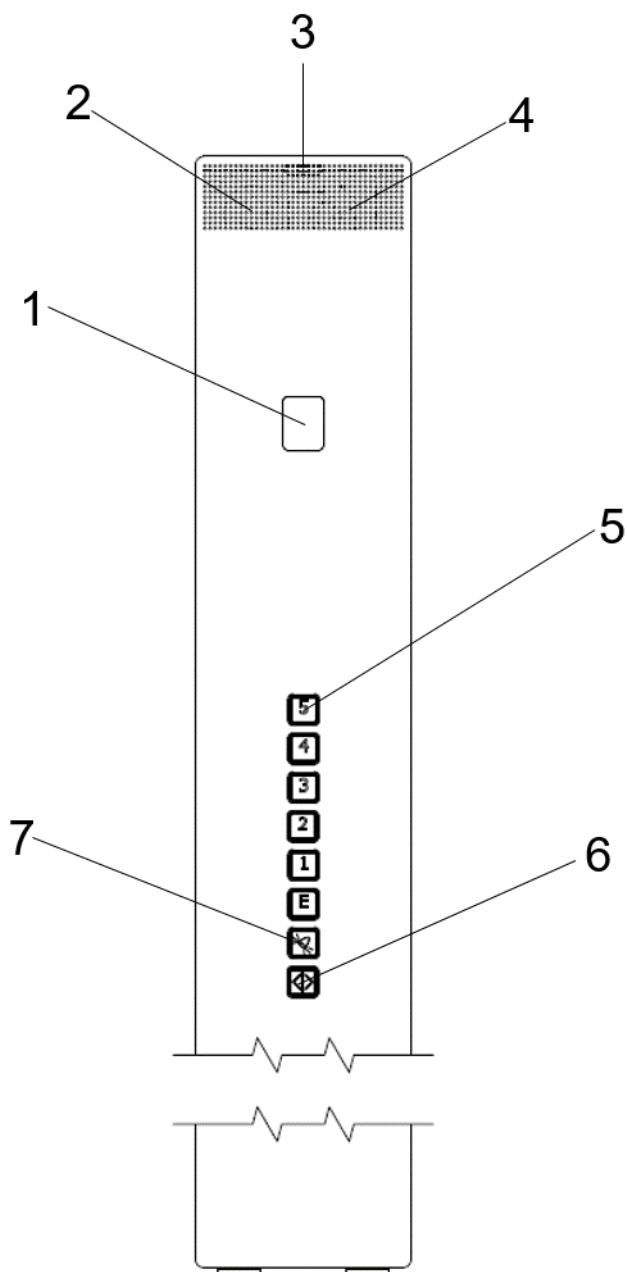
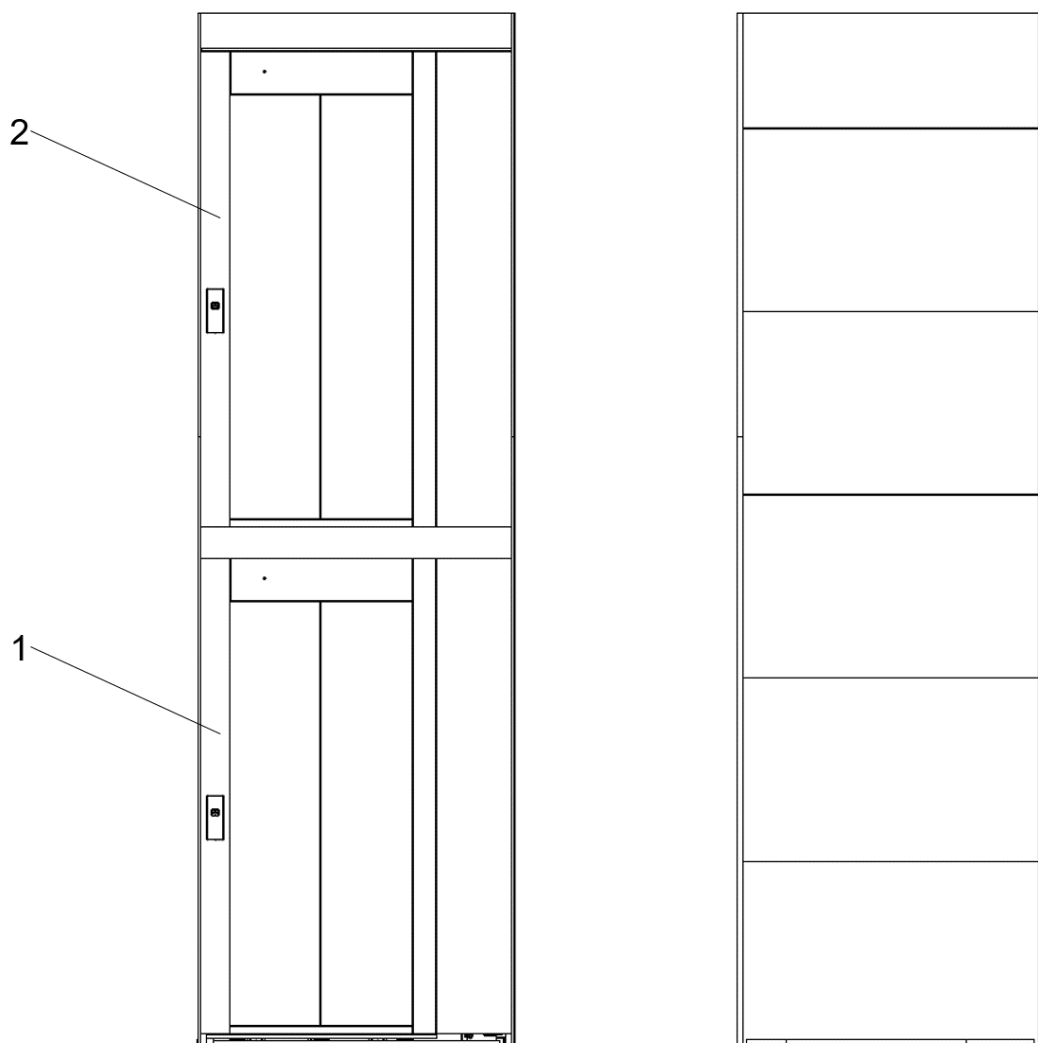

Fig. 4 Manöverpanel
Fig. 5 Hiss med två stannplan, med dörrarna på samma sida
Manöverpanelen har manöverknappar för stannplan (5), en nödsignalknapp (7) och en dörröppningsknapp (6), se Fig. 4. Den har en teckenskärm (1) som visar vilket stannplan hissen befinner sig på och en modul med
3. Tryck på den manöverknapp (5) för våningsplan, som är märkt med numret på den våning du vill åka till, se Fig. 4. Hissen börjar åka till den valda våningen.
4. Hissen stannar när den når den valda våningen och dörren öppnas automatiskt. Dörrarna är öppna under en förinställd tid. Förinställningen görs i CiDis, se avsnitt 5.2 *CiDis*. Tryck på dörröppningsknappen (6) en gång till om hissdörren ska öppnas på nytt, se Fig. 4.
- Nödsignalknapp (7), se Fig. 4.
Hissen har elektrisk nödsänkning. I händelse av ett strömavbrott kan passagerarna köra hissen till närmaste stannplan med hjälp av manöverknapparna (5), se Fig. 4. Hissens säkerhetssystem är fortfarande aktivt under nödsänkning. När hissen väl har nått närmaste stannplan öppnas dörrlåset och passagerarna kan lämna hissen.
1. Tryck på någon blinkande manöverknapp (5), se Fig. 4, för att nödsänka hissen till närmaste stannplan, se Fig. 5.
"DOWN" (7) för att köra hisskorgen till närmaste stannplan, se Fig. 5.
För återställning av "PIT MODE/TOP MODE" måste en behörig person öppna huvudmenyn i CiDis och köra ned hissen manuellt till nedre stannplanet (plan 1, se Fig. 5) om hissen är i "PIT MODE" eller upp till övre stannplanet (plan 2, se Fig. 5) om hissen är i "TOP MODE". Detta utförs med reducerad hastighet (25% < 700 mm och 50% < 1 400 mm). När hissen har nått nedre/övre stannplanet och stannat, försvinner texten "PIT MODE/TOP MODE" från skärmen och hissen kan användas som normalt.